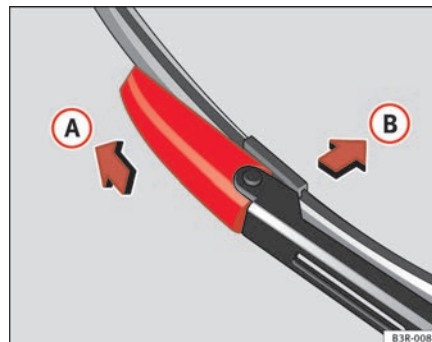

Abb. 169 Wischerblatt abnehmen
- Schieben Sie das Verriegelungsstück am Wischerblatt in Pfeilrichtung ⇒ Seite 228, Abb. 169 **(A)**. Halten Sie dabei das Wischerblatt fest.